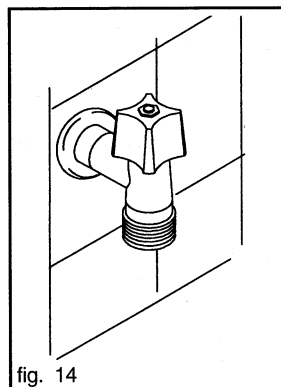

fig. 14
**IMPORTANT:** à la fin d'un programme de lavage, il est possible de fermer le robinet de l'eau (fig. 14) pour éviter des fuites d'eau.